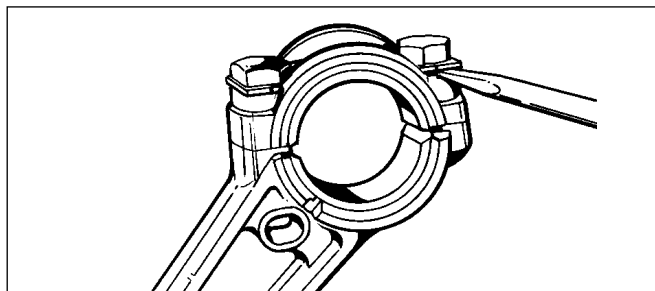

Abb. 18
- Schraube und Sicherungsstreifen - (Abb. 18)